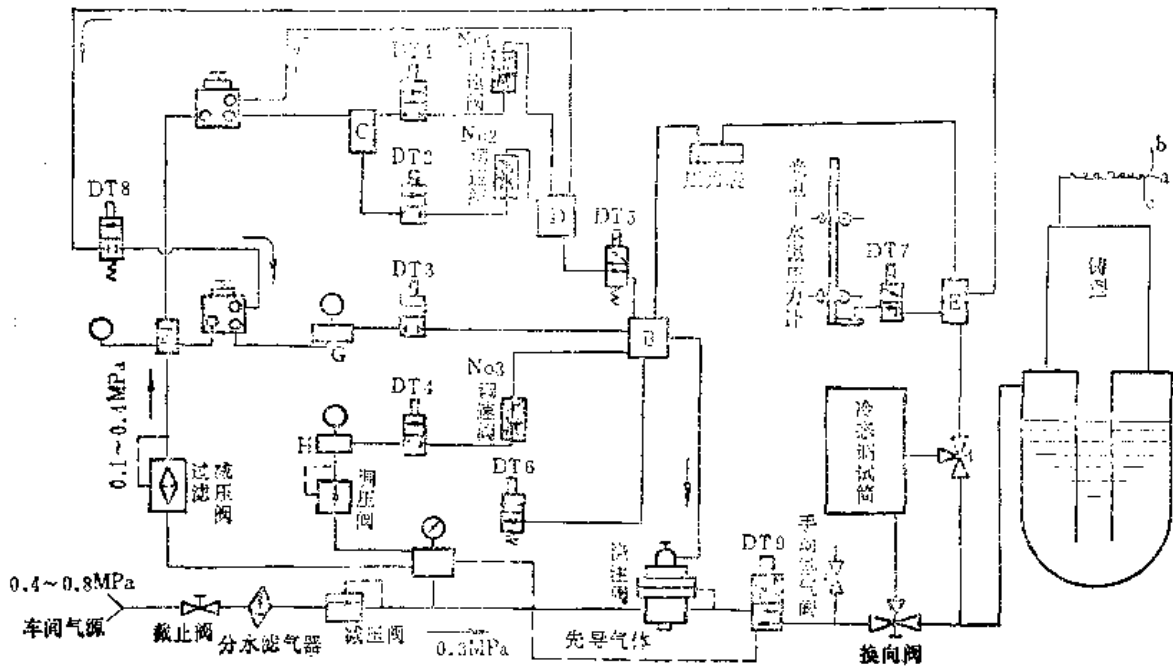

图6-2-3 LPN-A3型液面加压控制系统原理图
⑤ 联接主回路与控制回路安装板之间的插头插座, 不允许带电拔出或插入。
① LPN-A3型液面加压控制系统的维修。该加压控制系统性能可靠, 使用范围广、操作灵活方便。它可用于湿型、干型、石膏型、石墨型、金属型等低压铸造, 可任意测定和分级控制各阶段的加压工艺参数。图6-2-3为LPN-A3型液面加压控制系统原理图。